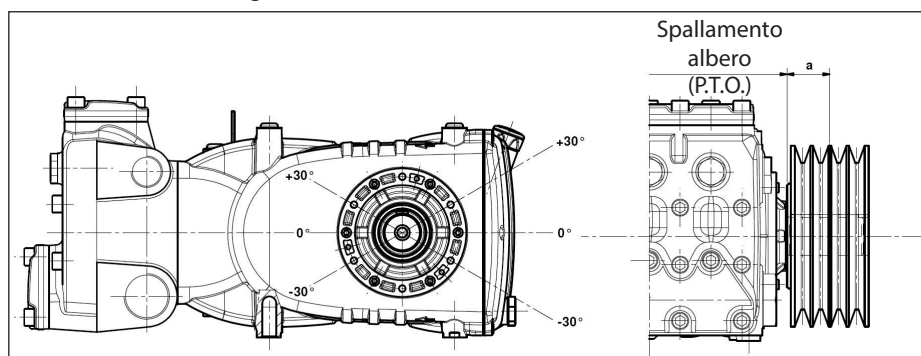

Fig. 10
Il carico radiale sull'albero non deve essere superiore a 7500 N (valore necessario per la definizione del Lay-out). La trasmissione è considerata adeguata se tale carico è applicato ad una distanza massima $a=40\text{ mm}$ dallo spallamento dell'albero (P.T.O) come indicato in Fig. 10.
- b) Utilizzare cinghie ad alto rendimento - per esempio **XPB** invece di **SPB** - in quanto risulterà necessaria una quantità inferiore di cinghie a parità di potenza trasmessa ed una conseguente distanza inferiore della risultante rispetto allo spallamento dell'albero (P.T.O.) "a" di Fig. 10.